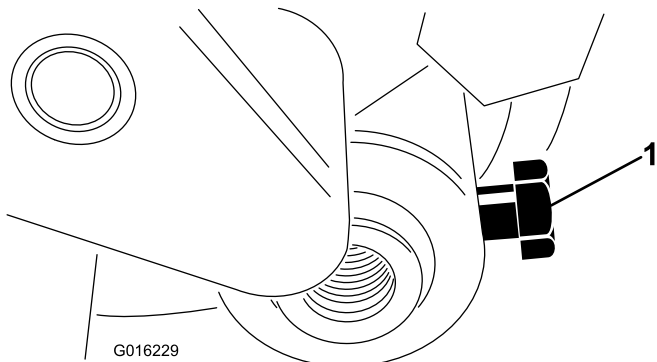

Figure 3
3. Desserrez le boulon qui fixe l'arbre du rouleau au bras de hauteur de coupe (Figure 3).